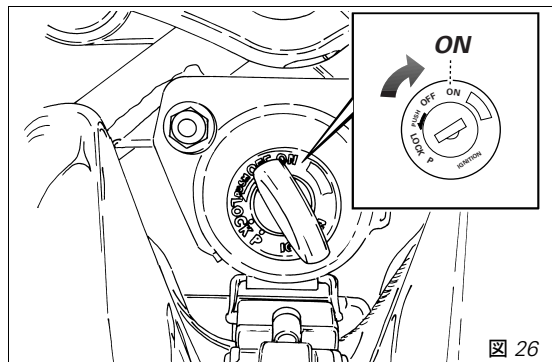

図 26
1) イグニッション・キーを **ON** の位置にします (図 26)。緑のランプ **N** と赤のランプ  が点いている事を確認してください。